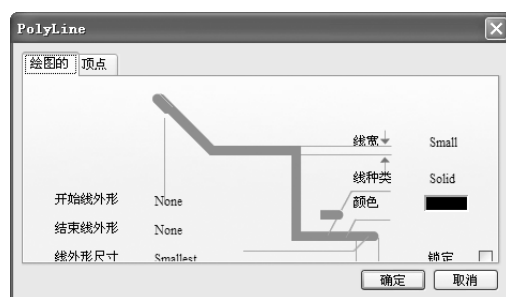

图3-23 直线属性设置对话框
4) 设置直线属性。双击需要设置属性的直线或在绘制状态时按下〈Tab〉键，系统将弹出相应的直线属性设置对话框，如图3-23所示。